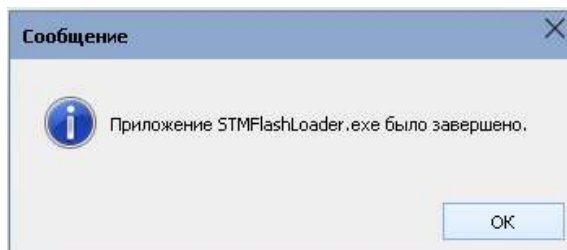

Рисунок 15 – Сообщение об успешном обновлении
3. Успешному результату процесса обновления соответствует сообщение (Рисунок 15).